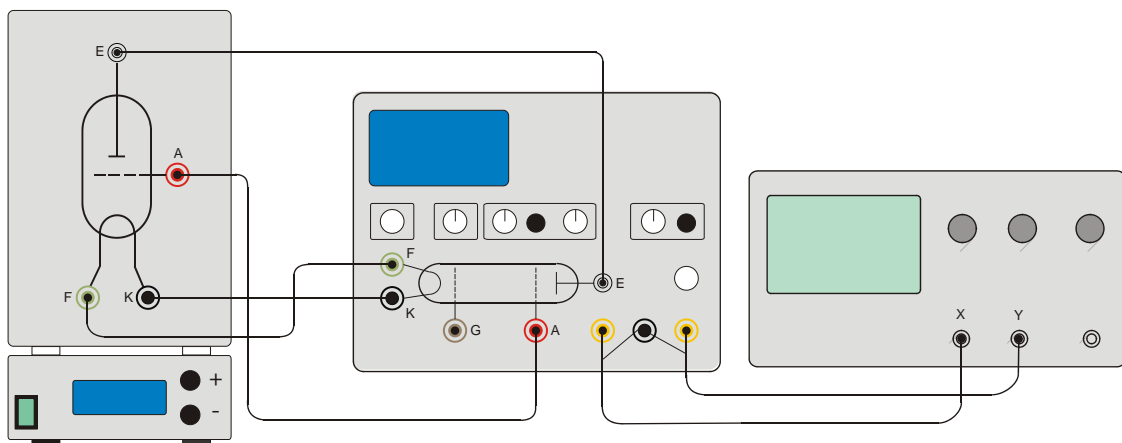

Fig. 2 Montaje experimental con el tubo de Franck-Hertz con llenado de vapor de Hg
- Se conectan entre sí las salidas resp. las entradas "A", "F", "K" (ver fig. 2).